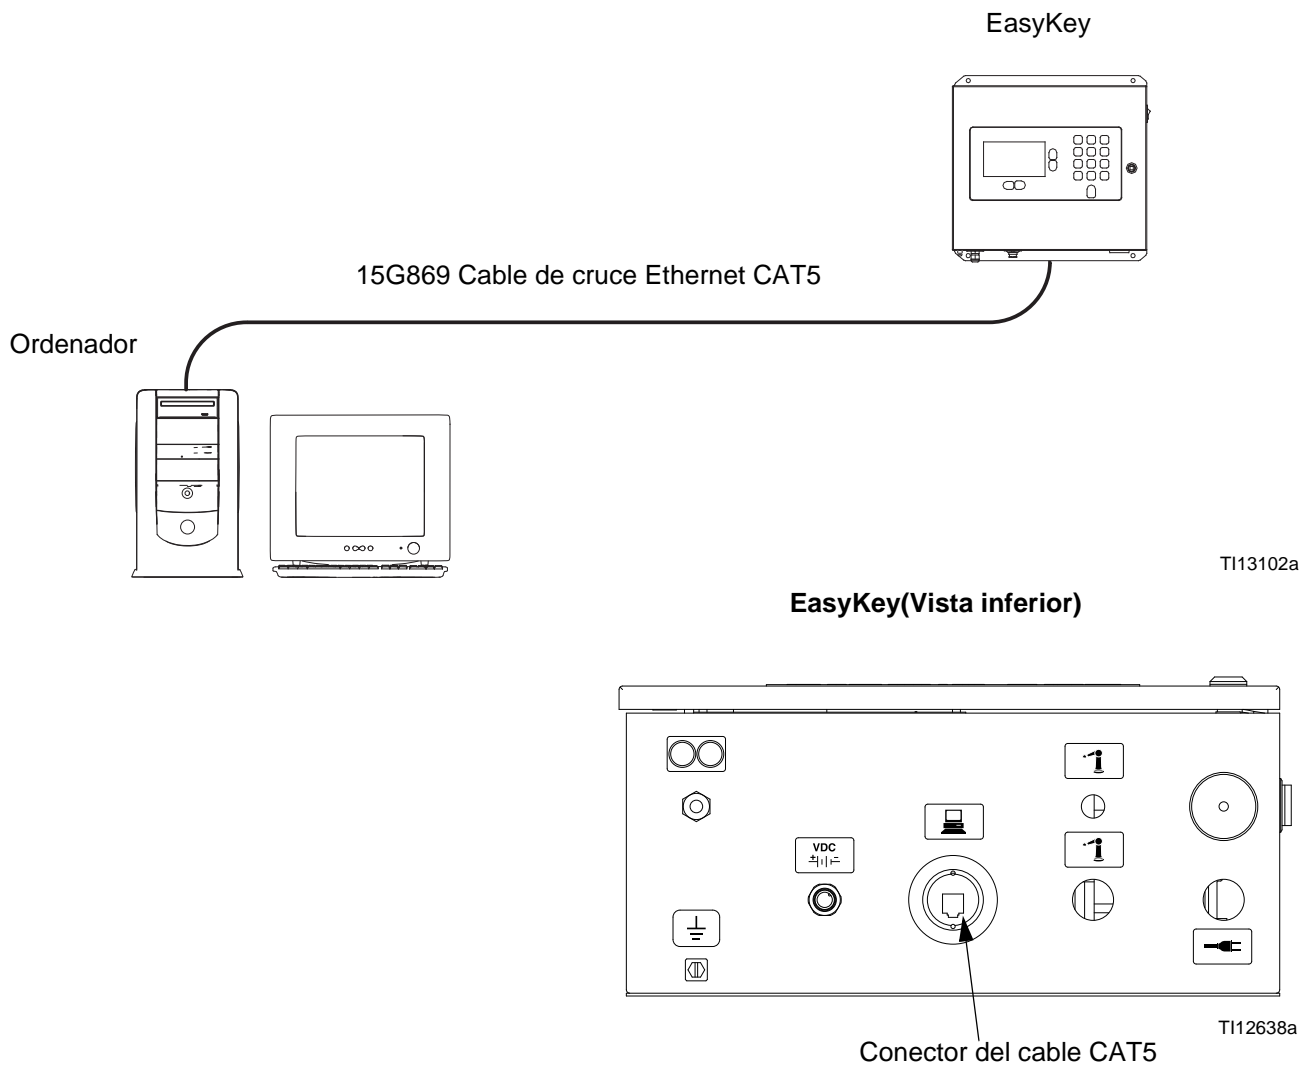

FIG. 7. Conexión de la Interfaz Web básica ProMix 2KS/3KS
2. Después de instalar la interfaz de aplicación Pro-Mix, conecte el ordenador directamente al EasyKey, usando el cable de cruce Ethernet 15G869 CAT5 suministrado con el EasyKey. Vea FIG. 7.
Desde las pantallas centrales de BWI (consulte FIG. 7) el operador puede seleccionar Ajustes, Software/Reset o Informes.